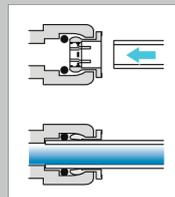

Fig. 2
- Empuje firmemente un extremo del tubo suministrado para introducirlo bien en el conector agua (fig. 2).